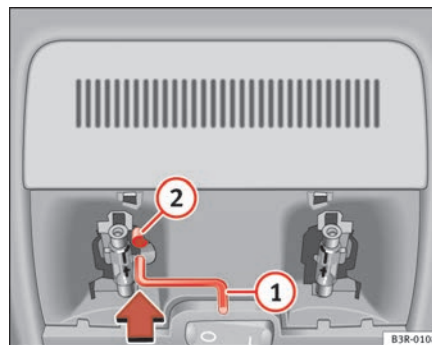

Abb. 82 Ausschnitt aus Dachhimmel: Kurbel für Notbetätigung
- Drücken Sie die Kurbel (1) bis zum Anschlag in das Sechskantloch (2) ⇒ Abb. 82.